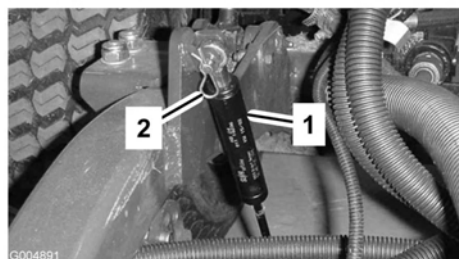

Figura 74
2. Retire el pasador de horquilla que fija los amortiguadores a los brazos de elevación (Figura 74). Gire el amortiguador hacia la carcasa de la plataforma.